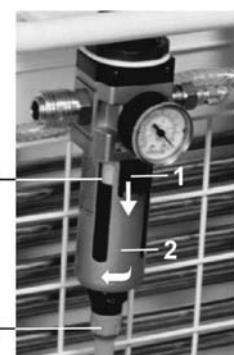

Bild.15
**Kompressoren mit Kondensations und Filtrationseinheit (Bild.15)**
(Bild.15)